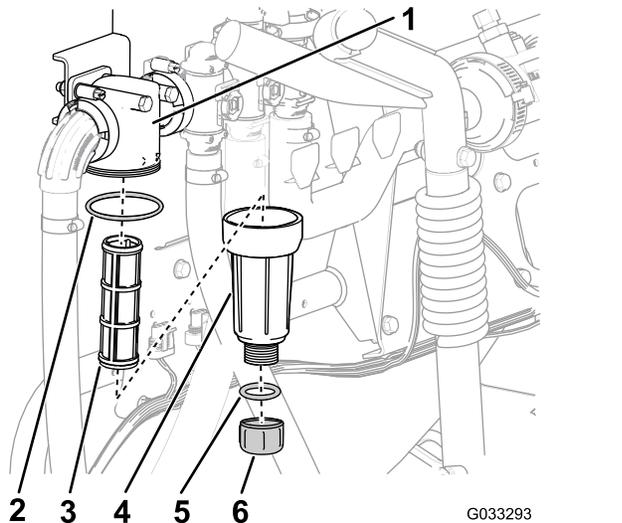

图55
2. 在压力式滤清器下放置一个排放盘图55。
3. 逆时针旋转排油塞然后将其从压力式滤清器的油碗中取出图55。
4. 逆时针旋转油碗然后将其从滤清器头中拿出图55。
5. 拆下旧压力式滤清器的滤芯图55。
6. 检查排油塞的 O 形圈在油碗内侧和油碗的 O 形圈在滤清器头内侧是否有磨损和损坏图55。
7. 将新的压力式滤清器滤芯安装到滤清器头中图55。
8. 将油碗安装到滤头上并用手紧固图55。
9. 将排油塞安装到油碗上并用手紧固图55。